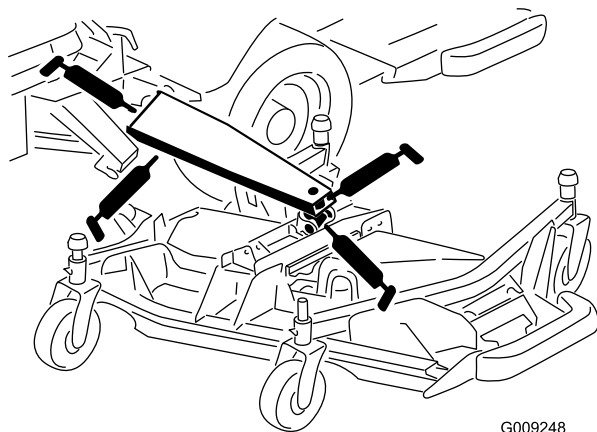

Figure 56
- Bagues de bras de relevage principal (3) (Figure 56)
- Bagues de vérin de relevage (1) (Figure 56).